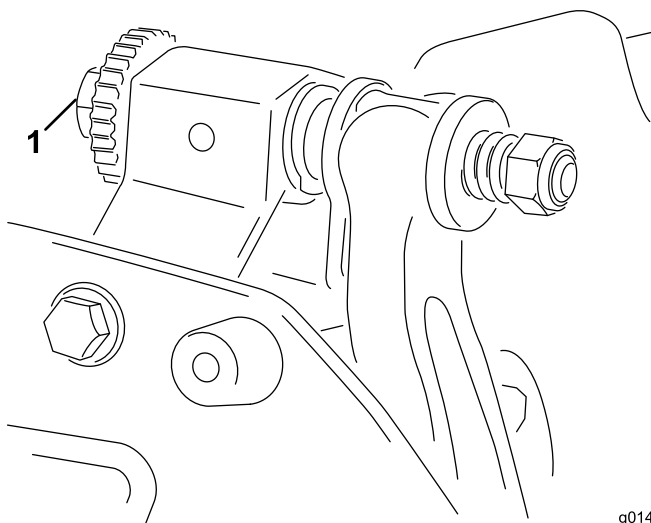

图4
1. 将滚刀组放在平整、水平的工作表面上。逆时针旋转底刀架调节螺丝，确保解除滚刀接触（图4）。